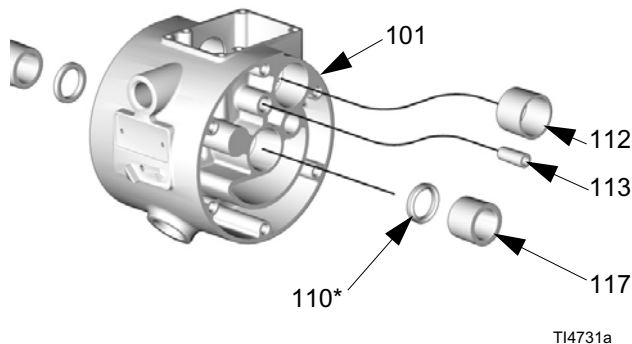

Рис. 24
8. Осмотрите мембранный вал (121) и убедитесь в отсутствии признаков износа или царапин. Если вал поврежден, то осмотрите подшипники (117), не снимая их. Если подшипники повреждены, то смотрите раздел Снятие подшипников и прокладок крышки воздушной секции на страница 28.
9. Введите в центральный корпус (101) съемник уплотнительных колец, подцепите П-образные кольца (110) и извлеките их из корпуса. Это может быть сделано без съема подшипников (117). См. Рис. 24, стр. 28.
1. Установите уплотнения П-образного сечения для вала (110*) так, чтобы их кромки были обращены наружу из корпуса (101). Нанесите на уплотнения смазку. Смотрите Рис. 24, страница 28.
2. Нанесите состав Loctite® высокой прочности (красного цвета) или эквивалентный герметик для закрепления болта (446a) на диафрагме (446), при необходимости. Установите пластину (445) с воздушной стороны на мембрану (446). Широкая закругленная сторона пластины должна быть направлена в сторону мембраны. Нанесите состав Loctite® средней прочности (синего цвета) или эквивалентный герметик на резьбовые части мембранного узла. Вкрутите узел в вал (121) и затяните усилием руки.
3. Смажьте вал (121) мембраны (по всей длине и на оба конца вала). Вставьте вал / блок мембраны в насос с одной стороны.
8. Если вы сняли подшипники (117) вала мембраны, введите в центральный корпус (101) съемник уплотнительных колец, подцепите П-образные кольца (110) и извлеките их из корпуса. Нанесите смазку на П-образные кольца. Смотрите Рис. 24. При необходимости, замените детали.